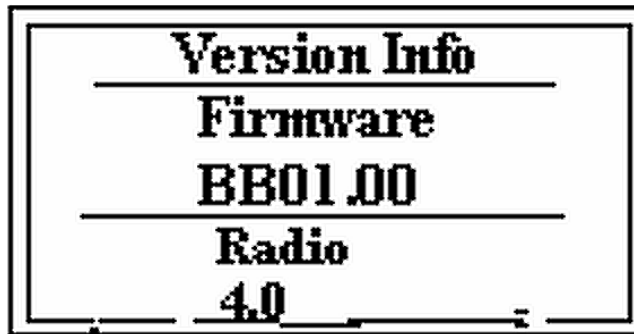

図 2-50 Version - 情報画面
7. **Enter** を押すと情報画面が表示されます (図 2-50)。